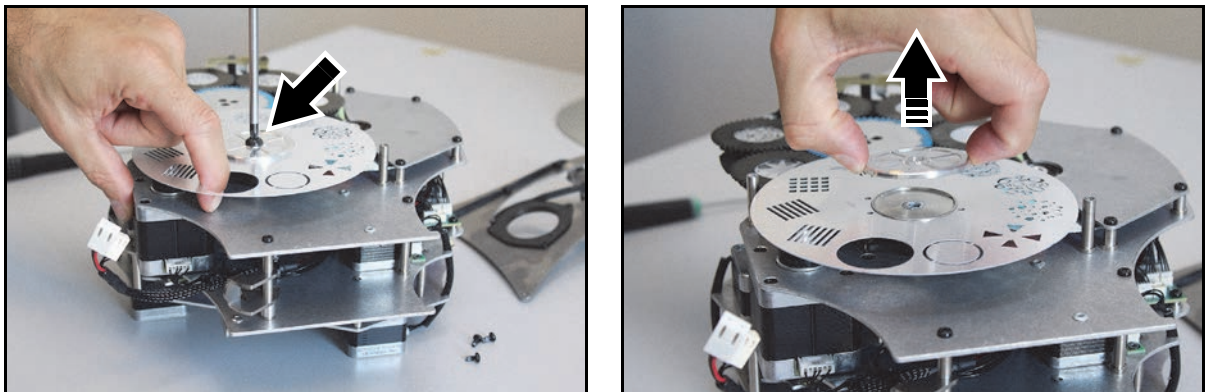

Figure 16: Dépose de la roue de gobos fixes
4. La roue de gobos statiques est très fragile. N'exercez aucune pression qui pourrait la tordre. Voir Figure 16. Bloquez la roue en passant un doigt au travers de l'emplacement vide et dévissez la vis Torx30 centrale. Dégagez le moyeu de fixation central. Vous pouvez maintenant déposer la roue de gobos fixes.